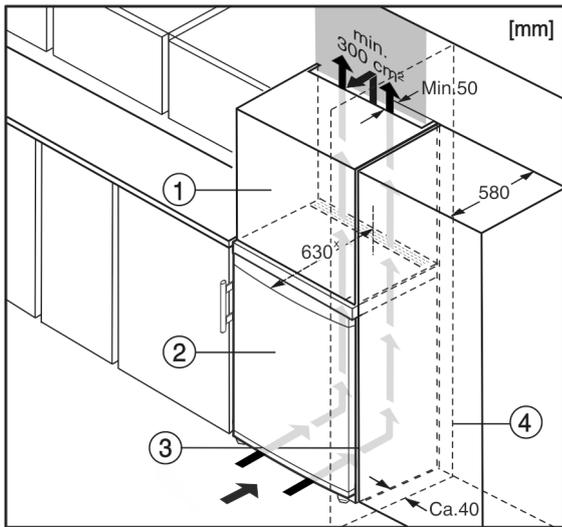

Fig. 10
- (1) Rehausse*
(2) Appareil*
(3) Placard de cuisine*
(4) Mur*
L'appareil peut être intégré dans des meubles de cuisine. Pour adapter l'appareil Fig. 10 (2) à la hauteur du coin cuisine, une rehausse Fig. 10 (1) peut être posée sur l'appareil.
Lors de la transformation avec des placards de cuisine (profondeur max. 580 mm), l'appareil peut être placé directement à côté du placard Fig. 10 (3). L'appareil se trouve latéralement à 34 mm * et au milieu de l'appareil à 50 mm * par rapport à la façade du placard.*
Si l'appareil avec les charnières est installé près d'une paroi Fig. 10 (4), la distance entre l'appareil et la paroi doit être de min. 40 mm. Ceci correspond à la saillie de la poignée avec la porte ouverte.*